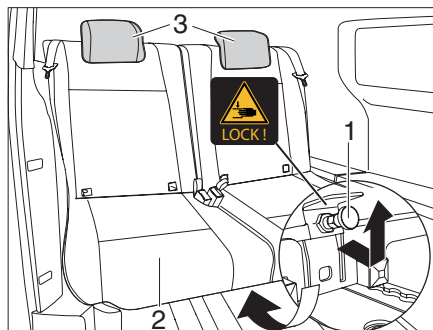
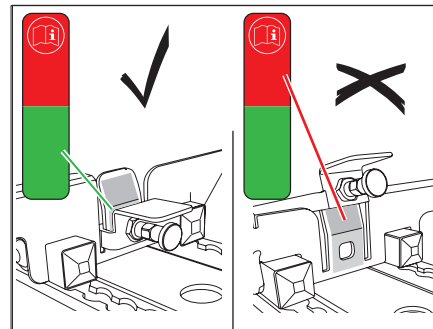
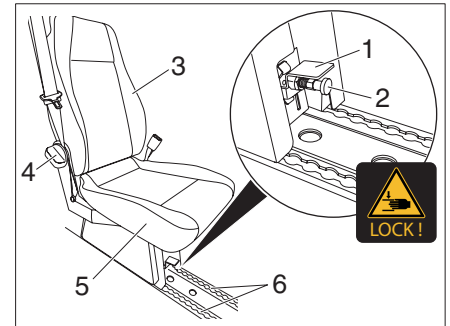

Bild 16 Spärren till baksätet
Bild 17 Inställning av spärren
Bild 23 Montera stol
- ▶ Ihakningsbultar (Bild 16,1) under baksätet (Bild 16,2) tryck lätt nedåt och dra så släpper spärren.
- ▶ baksätet (Bild 16,2) skjut den framåt så att ihakningsbultarna (Bild 16,1) hakar i ordentligt.
- ▶ Knappen trycks ned och nackskydden (Bild 16,3) dras uppåt.
- ▶ Sätet (Bild 23,5) förs in i skenorna (Bild 23,6) och lyfts på plats.
Låsspaken (Bild 23,1) måste då befinna sig i överläge (se markeringarna Bild 16 och Bild 17).
- ▶ Kontrollera att stolen (Bild 23,5) har hakat fast ordentligt.
- ▶ Ihakningsbultarna (Bild 23,2) drar man i samt att låsspaken (Bild 23,1) sedan tryck nedåt.
- ▶ Inställningsvredet (Bild 23,4) vrids. Ryggstöden (Bild 23,3) fälls framåt.
- ▶ Låsspaken (Bild 23,1) dras uppåt.
- ▶ Sätet (Bild 23,5) dras ur skenorna och ställs undan.
- ▶ Fatta tag i sittdynan och ryggstödet (Bild 23,3) och dra ur stolen ur fordonet.